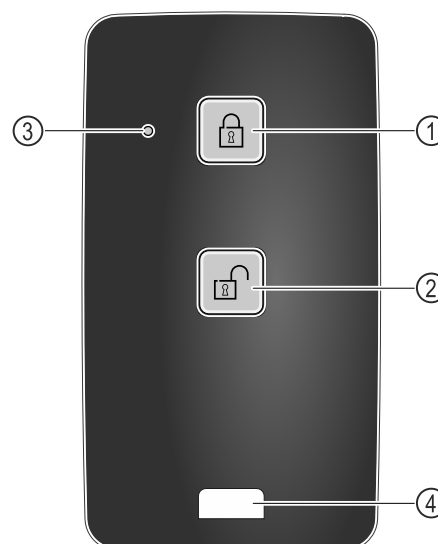

Fig. 219
- Premere il tasto Fig. 219 (1) sul telecomando.
- Premere il tasto Fig. 219 (2) sul telecomando.
- Il LED di stato Fig. 219 (3) fornisce un feedback visivo quando viene premuto un pulsante.
- Occhio Fig. 219 (4) per agganciare il telecomando, ad esempio a un portachiavi.